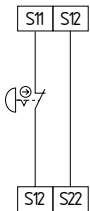

Fig. 5
**Circuit d'arrêt d'urgence à 1 canal avec organes de commande selon ISO 13850 et IEC 60947-5-5 (Fig. 5)**